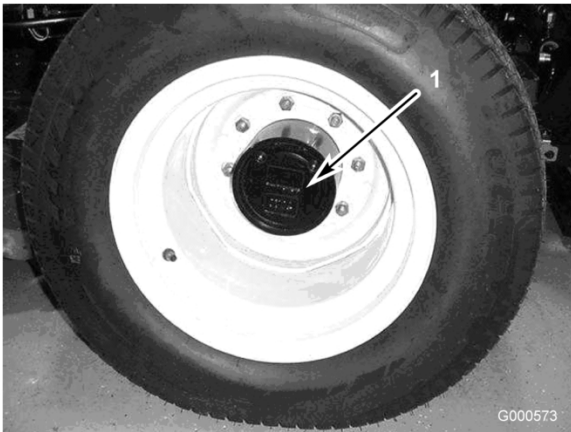

Figura 41
de verificação/escoamento se encontre na posição das duas ou das dez horas (Figura 41).
2. Retire o tampão da transmissão universal (Figura 41). O óleo deve ficar ao nível do fundo do orifício de verificação.